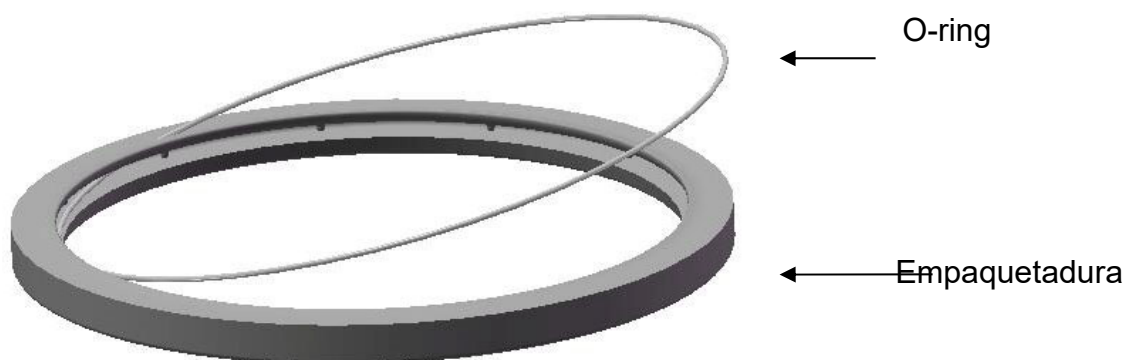

Figura 56
1. Retire la empaquetadura vieja de la puerta y luego jale el o-ring de la empaquetadura de la empaquetadura. Instale el o-ring de empaquetadura a la puerta según se muestra en la Figura 56.